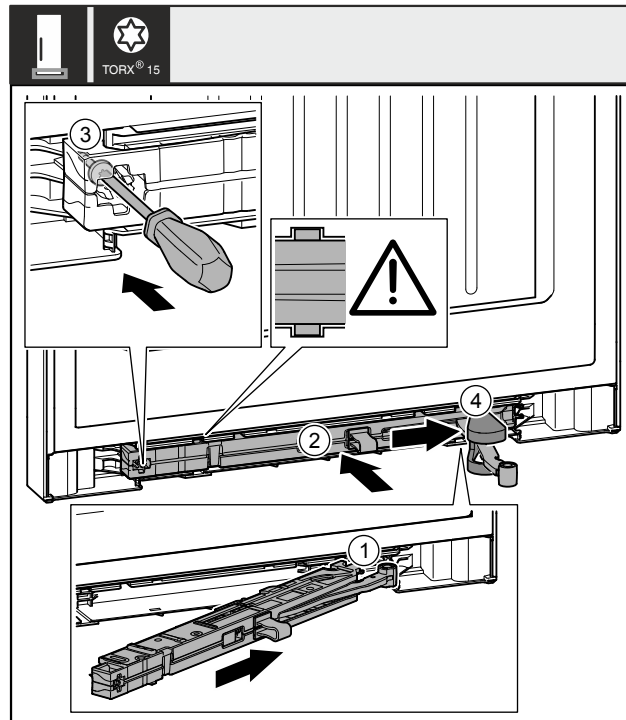

Fig. 53
- ▶ Вставьте узел амортизатора закрывания двери Fig. 53 (1) в выемку со стороны опорного кронштейна под наклоном до упора.
- ▶ Полностью вставьте узел амортизатора закрывания двери Fig. 53 (2) в выемку.
- ▶ Затяните винт Fig. 53 (3) отверткой.
- ▶ Переместите крышку Fig. 53 (4) над шарниром.